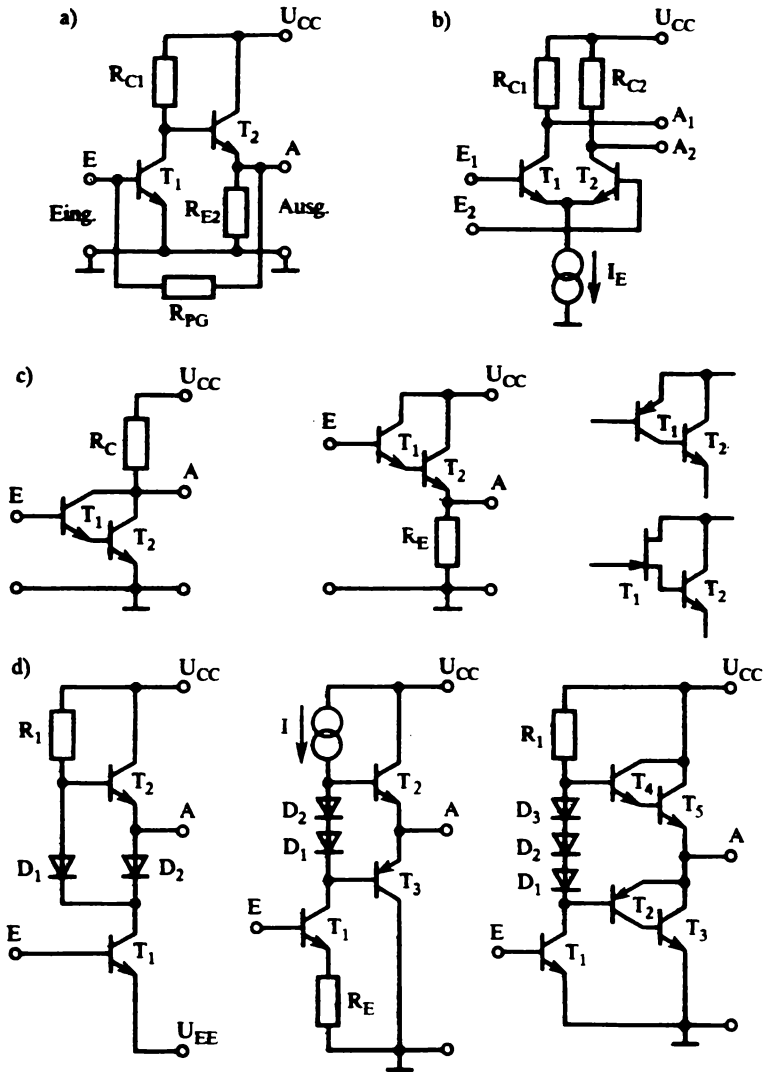

Abb. 13. Substrukturen von Analog-IS
2. Abb. 13 gibt einen einführenden Überblick zu den Substrukturen der Analog-IS. Es wurden nur Lösungen in Bipolartechnik angegeben, da diese in der Analogtechnik z.Z. noch bestimmend sind. Die angegebenen Schaltungsprinzipien findet man im Rahmen der Ähnlichkeitsbeziehungen zwischen Bipolar- und Metall-Isolator-Halbleiter (MIS)-Transistoren zunehmend auch in MIS-Lösungen.